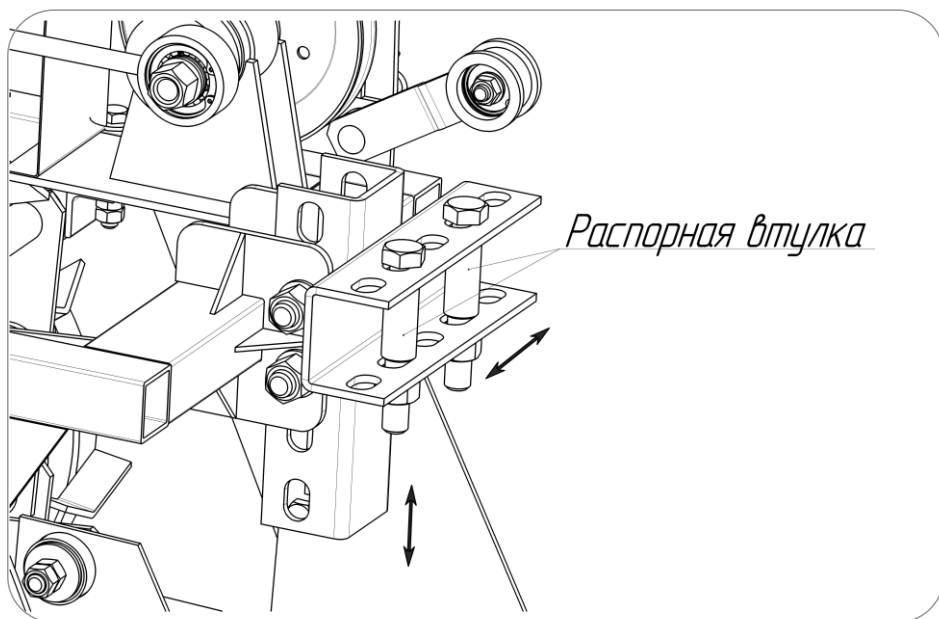

Рис.4 - Регулируемое цепное устройство.
- Присоедините картофелевыкапыватель к мотоблоку при помощи регулируемой сцепки (рис.4), отрегулировав соосность шкивов мотоблока и картофелевыкапывателя и высоту, передвигая сцепку вверх или вниз, вправо или влево по отверстиям. При установке во внутрь швеллеров сцепки вставьте распорные втулки. Затем, через втулки, вставьте болты М16х110, затяните соединения.
При первом использовании агрегата необходимо отрегулировать глубину хода лемеха. Лемех должен идти в почве несколько ниже гнезд клубней картофеля, чтобы не повредить или не оставить их в почве. Регулировка глубины осуществляется при помощи сцепки (рис.4) и стоек колес. При укорачивании стоек опорных колес глубина хода лемеха увеличивается, а при удлинении – уменьшается.